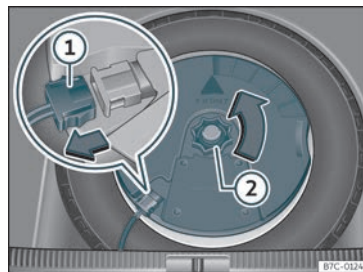

Fig. 269 No maleteiro:desmontar o subwoofer.
- Desconecte o cable do altafalante *subwoofer* >>> **fig. 269 ①**.
- Xire a roda de fixación no sentido contrario ás agullas do reloxo >>> **fig. 269 ②**.